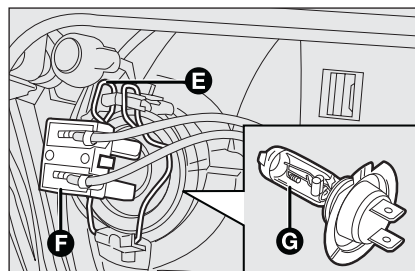

fig. 22
- ☐ desenchufe el conector eléctrico **F**-fig. 22;